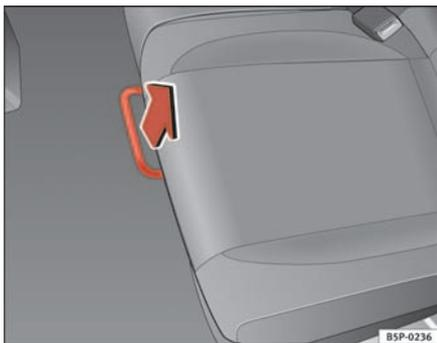

Fig. 95 Barra de desbloqueo del asiento posterior
- En la posición sentado, desbloquee la palanca en el sentido de la flecha ⇒ fig. 95.